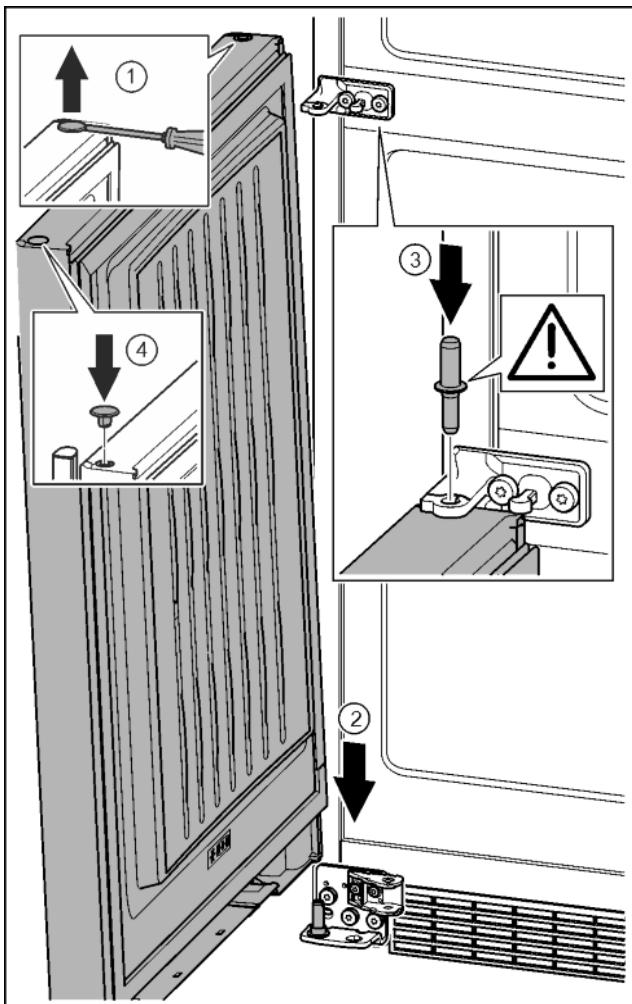

Fig. 40
- За допомогою шліцевої викрутки обережно підніміть пробку та витягніть її. Fig. 40 (1)
- Встановіть дверцята зверху на нижні опорні гвинти. Fig. 40 (2)
- Середній опорний гвинт встановіть в нижні дверцята через середній опорний кронштейн. При цьому виступ фіксатора повинен бути спрямований назад. Fig. 40 (3)
- Знову вставте пробку з іншого боку дверцят. Fig. 40 (4)